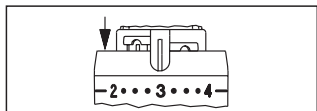

Fig. 10
2. Deslice los clips limitadores fuera de la "posición de guardado" y colóquelos en las ranuras inmediatamente anterior y posterior a la posición "3" (fig. 10).